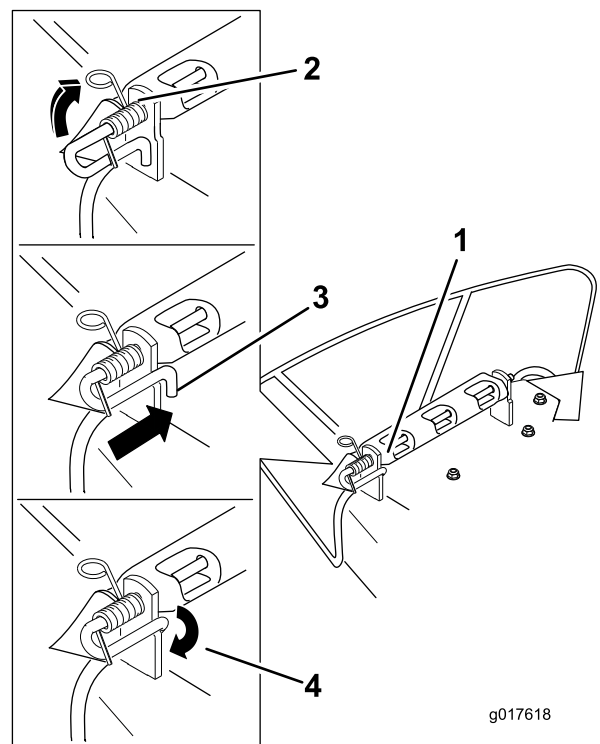

Figure 62
4. Soulevez le côté avec la boucle du ressort et placez-le dans le cran du support de déflecteur (Figure 62).
5. Fixez l'ensemble tige et ressort en le tournant de sorte à pouvoir placer l'extrémité courte de la tige derrière le support avant soudé au tablier de coupe (Figure 62).